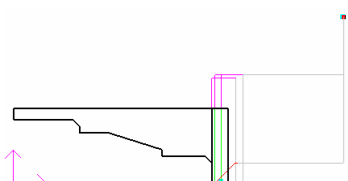

图 4-25 粗车加工端面轨迹
7) 生成刀具轨迹。当确定好进退刀点后，系统会自动生成绿色的刀具轨迹，如图 4-25 所示。